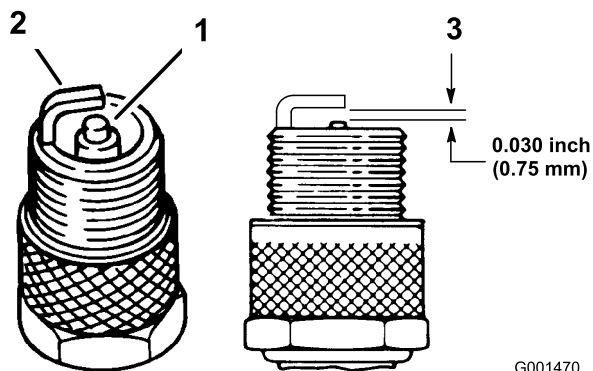

Figura 34
3. Compruebe la separación entre los electrodos central y lateral (Figura 34). Si la distancia no es correcta, doble el electrodo lateral (Figura 34).
3. Conecte los cables a las bujías (Figura 34).
1. Mire la parte central de las bujías (Figura 34). Si se observa un color gris o marrón claro en el aislante, el motor está funcionando correctamente. Si el aislante aparece de color negro, significa que el limpiador de aire está sucio.